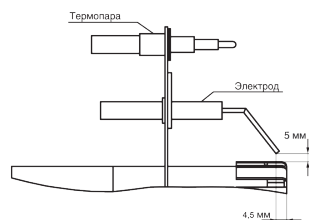
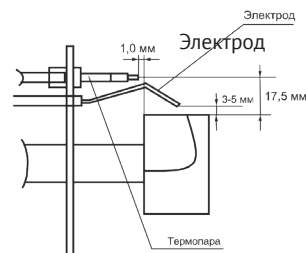

рис.2
рис.3
3.1.6. Проверьте установку электрода пьезоподжига и термопары по рис. 2 (ТПГ-10 и ТПГ-17) или рис. 3 (ТПГ-33). Перед установкой блока управления на место, нажав несколько раз на кнопку пьезоподжига, проверьте наличие искры между электродом и рассекателем.